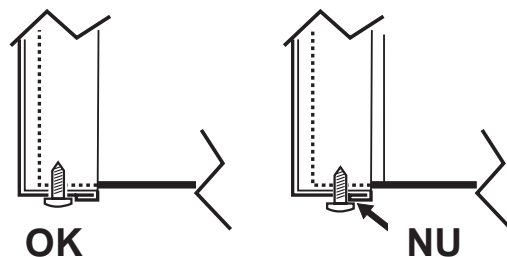

fig. 15 - montaj cu șuruburile din partea de jos
3. Efectuați operațiunile în ordine inversă, pentru a monta la loc panoul anterior. Asigurați-vă că panoul este corect prins de panoul superior și că se sprijină complet pe panourile laterale. Capul șurubului „A”, după ce a fost strâns, trebuie să fie poziționat conform indicațiilor din "fig. 15 - montaj cu șuruburile din partea de jos").